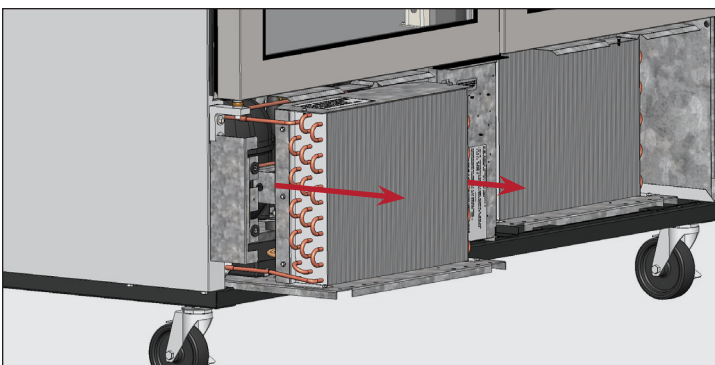

Abb. 7. Schieben Sie die Kondensationseinheit vorsichtig heraus.
7. Schieben Sie die Kondensationseinheit vorsichtig heraus (Leistungsverbindungen sind flexibel). Siehe Abb. 7. Blasen Sie vorsichtig Druckluft oder CO₂ durch die Rohrschlange, bis sie sauber ist. Entfernen Sie Schmutz rund um und hinter dem Bereich der Kondensationseinheit mit einem Staubsauger gründlich.